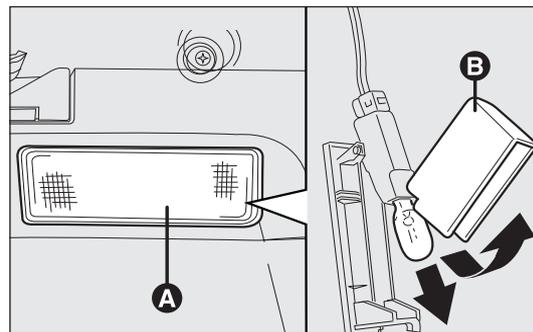

fig. 185
PLAFONNIER DU COFFRE À BAGAGES fig. 185
- extraire le plafonnier A-fig. 185 en faisant levier à l'endroit indiqué par la flèche ;